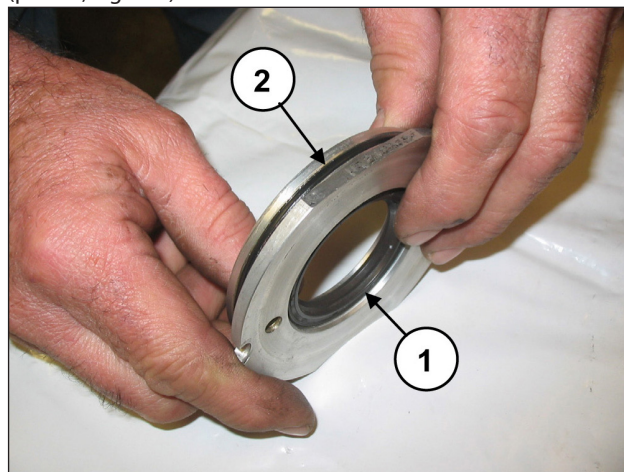

Fig. 160
Sostituire il paraolio (pos. ①, Fig. 160) e l'O-ring esterno (pos. ②, Fig. 160).